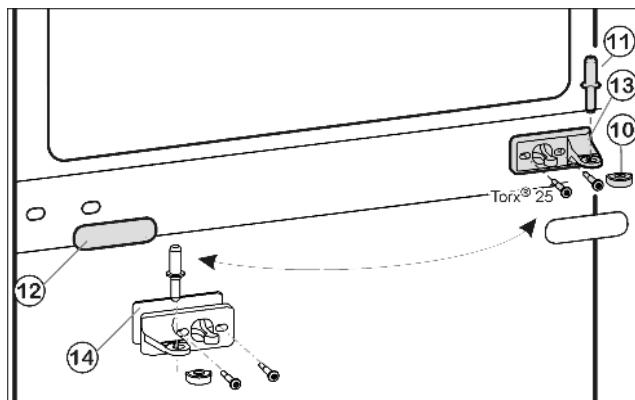
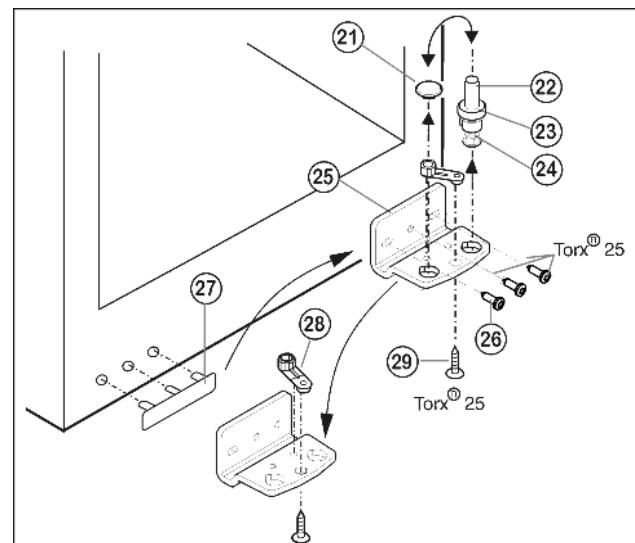

Fig. 5
Fig. 6
- Вытащите из опорного кронштейна и нижней дверцы средний опорный винт Fig. 5 (1).
- Снимите пластмассовый колпачок Fig. 5 (10).
- ▶ Открутите средний опорный кронштейн Fig. 5 (13) (2 шт. Torx® 25).
- ▶ Осторожно снимите накладку Fig. 5 (12).
- ▶ Прикрутите средний опорный кронштейн Fig. 5 (13) с подкладкой Fig. 5 (14) с поворотом на 180° на новую сторону шарнира (**с моментом 4 Нм**).
- ▶ Защелкните накладку Fig. 5 (12), повернув на 180°, на стороне, где теперь будет ручка.
- ▶ Извлеките опорный винт Fig. 6 (22) в комплекте с шайбой Fig. 6 (23) и регулируемой опорой Fig. 6 (24), вытягивая его вверх.
- ▶ Снимите пробку Fig. 6 (21).
- ▶ Открутите Fig. 6 (26) опорный кронштейн Fig. 6 (25).
- ▶ Открутите Fig. 6 (29) опорную деталь Fig. 6 (28) и, переставив в отверстие на противоположной стороне опорного кронштейна, снова прикрутите.
- ▶ Осторожно снимите и переставьте на противоположную сторону крышку со стороны ручки Fig. 6 (27).
- ▶ Снова прикрутите опорный кронштейн Fig. 6 (25) на новой стороне шарнира (**с моментом 4 Нм**). При необходимости используйте аккумуляторный шуруповерт.
- ▶ Переставьте пробку Fig. 6 (21) в свободное отверстие.
- ▶ Вновь установите опорный винт Fig. 6 (22) в комплекте с шайбой и регулируемой опорой. При этом фиксатор должен быть направлен назад.
- ▶ Установите нижнюю дверцу сверху на нижний опорный винт Fig. 6 (22).
- ▶ Снова наденьте пластмассовый колпачок Fig. 5 (10) на средний опорный кронштейн Fig. 5 (13).
- ▶ Вставьте средний опорный винт Fig. 5 (11) на новой стороне шарнира через средний опорный кронштейн Fig. 5 (13) в нижнюю дверцу.
- ▶ Установите верхнюю дверцу на средний опорный винт Fig. 5 (11).
- ▶ При необходимости выровняйте дверцы через два продольных паза в нижнем опорном кронштейне Fig. 6 (25) и среднем опорном кронштейне Fig. 5 (13) параллельно корпусу устройства. Для этого выкрутите средний винт на нижнем опорном кронштейне Fig. 6 (25).